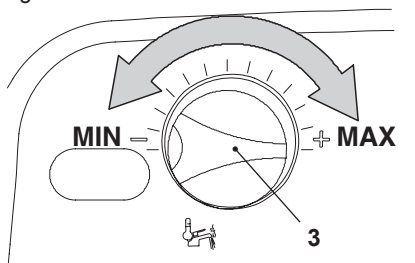

Fig. 9.15
- La potenza termica del riscaldamento può essere variata ruotando la manopola regolazione temperatura sanitaria 3 indicata in Fig. 9.15.